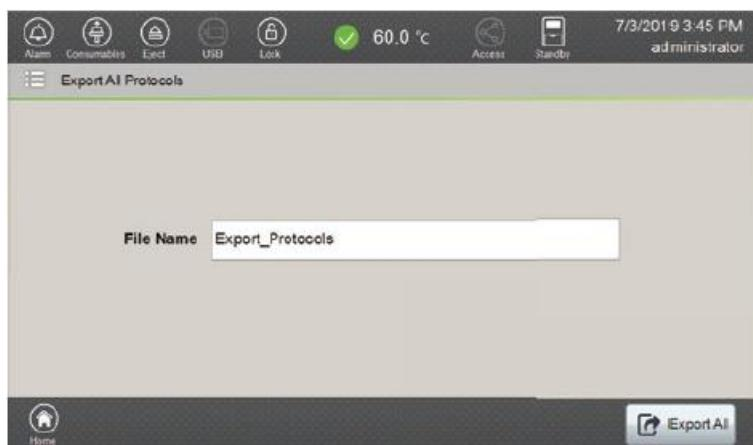

図 153 Export All Protocols 画面
1. Main Menu 画面（図 9）の Export All Protocols を選択して、Export All Protocols 画面（図 153）を表示します。File name の入力欄を選択すると File Name のウインドウが開き、タッチスクリーンのキーパッドが有効になるので、エクスポートするファイル名を入力します。Spectrum Compact CE システムに外付けのキーボードを接続すると、キーボードで File Name を入力することもできます。適切な File Name を入力し、OK を選択して Export All Protocols 画面に戻ります。
3. Export All Protocols 画面（図 153）の Export All を選択してください。「Are you sure you want to export the protocols to the USB Device?」というエクスポートを確認するウインドウが表示されます。Yes を選択するとファイルをエクスポートし、No を選択するとキャンセルとなります。